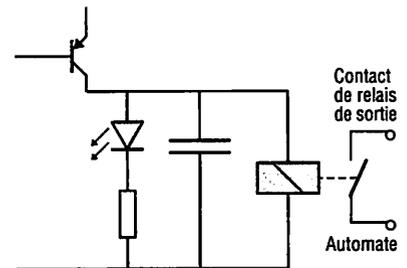

Fig. 4 : Sortie d'automate sur contact.
b) Interfaces de sorties (fig. 4)